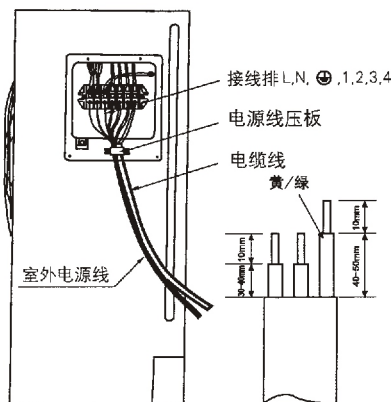

图 19
- (1) 拆下室外机接线盖板。
- (2) 如图 19 所示，接电气原理图接线。